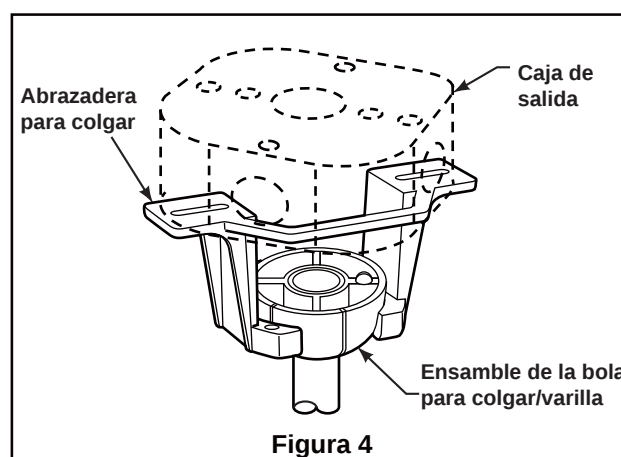

Figura 4
- ☐ 4. Retire la arandela del acoplador del motor y la cubierta de la carcasa superior del ensamble del motor. (Figura 4)
- ☐ 4. Coloque el soporte de la varilla y alinee los orificios de la clavija de horquilla en ambas piezas. Instale la clavija de horquilla y asegúrela con la pinza de horquilla. Fije los dos tornillos de presión y las tuercas de seguridad en el soporte de la varilla interior. (Figura 4)
- ☐ 2. Levante cuidadosamente el ventilador y coloque el ensamblaje de la bola para colgar/varilla en la abrazadera para colgar que acaba de fijar a la caja de salida. Asegúrese de que la ranura de la bola esté alineada con la lengüeta de la abrazadera para colgar. (Figura 4)
- ☐ 3. Una vez realizadas las conexiones, gire los conductores hacia arriba y, con cuidado, colóquelos dentro de la caja de salida; con los conductores blancos y verdes hacia un lado y los conductores negros hacia el otro. (Figura 4)
- ☐ 4. Instale el conector de 2 clavijas desde unidad de luz LED conexión a la unidad del motor. (Figura 4)
4. Para configurar el código del mando a distancia, Mueva los interruptores de código hasta colocar el código de selección en la posición arriba o abajo. Con un destornillador pequeño o con una lapicera (no se incluye) deslice firmemente hacia arriba o hacia abajo. (Figura 4)